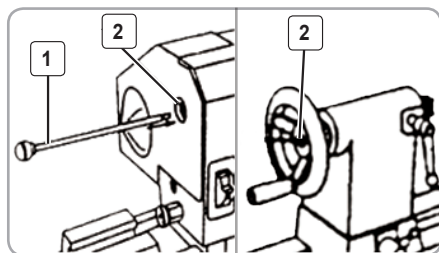

Fig.10
- Pentru înlăturarea vârfului din ax, introduceți bara (1) pentru scoaterea vârfului în gaura axului principal (2) (fig. 10)